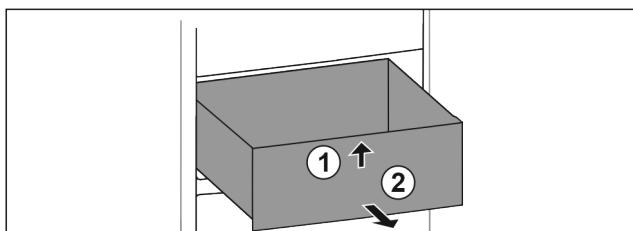

Fig. 24
- Підняти висувний ящик спереду. Fig. 24 (1)
- Вийняти висувний ящик рухом вперед. Fig. 24 (2)